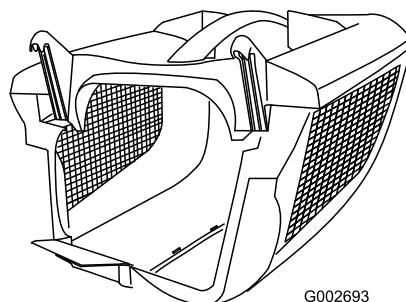

**Figura 8**
2. Inserite l'altro lato nei fermi della parte superiore e bloccate insieme il retro dei due lati (Figura 8).